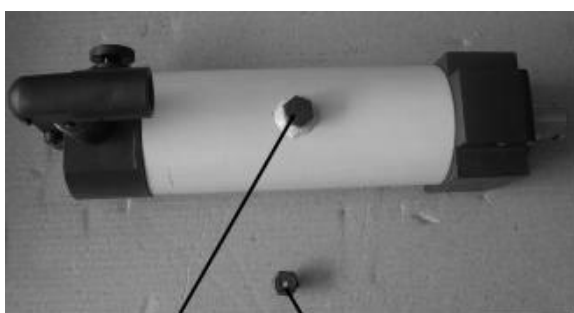

Рис.4
Установите ручку (7) в гнездо гидроцилиндра. Снимите масляную транспортировочную пробку с верхней части гидравлического устройства (дет. No. 36 в списке деталей) и замените ее на вентилируемую масляную пробку. Если не заменить масляную транспортировочную пробку на вентилируемую, это приведет к ненадлежащей работе. (рис. 4.)